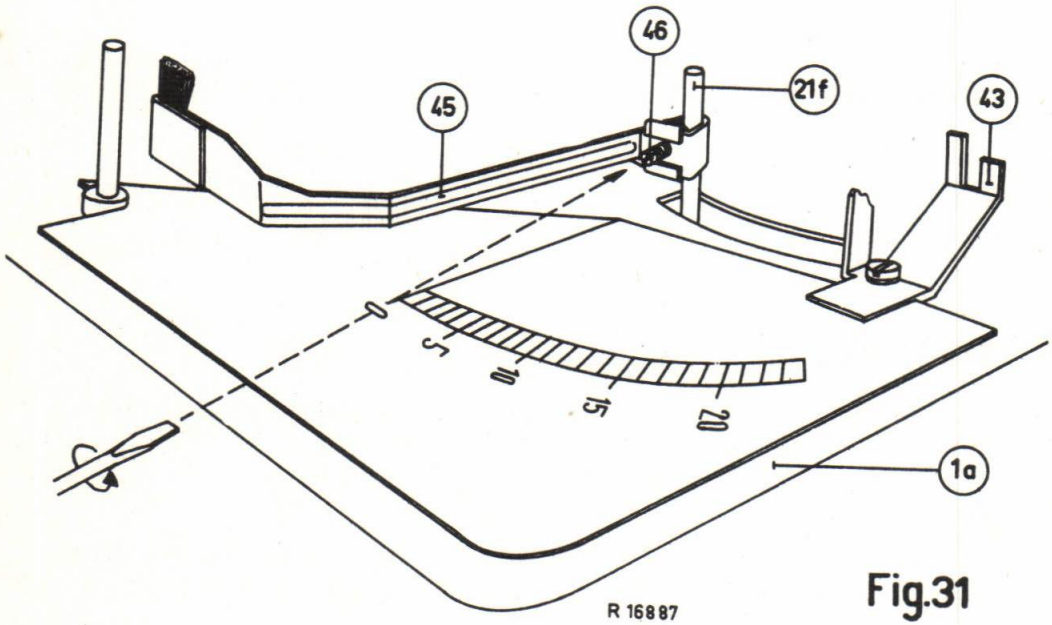

Fig.31
U. BORSTELHOUDER 45 (zie fig.31)
Op de voorlaatste pagina zijn 4 van deze schalen getekend. Deze moeten uitgeknipt en op de montageplaat gelegd worden zoals fig.31 aangeeft.